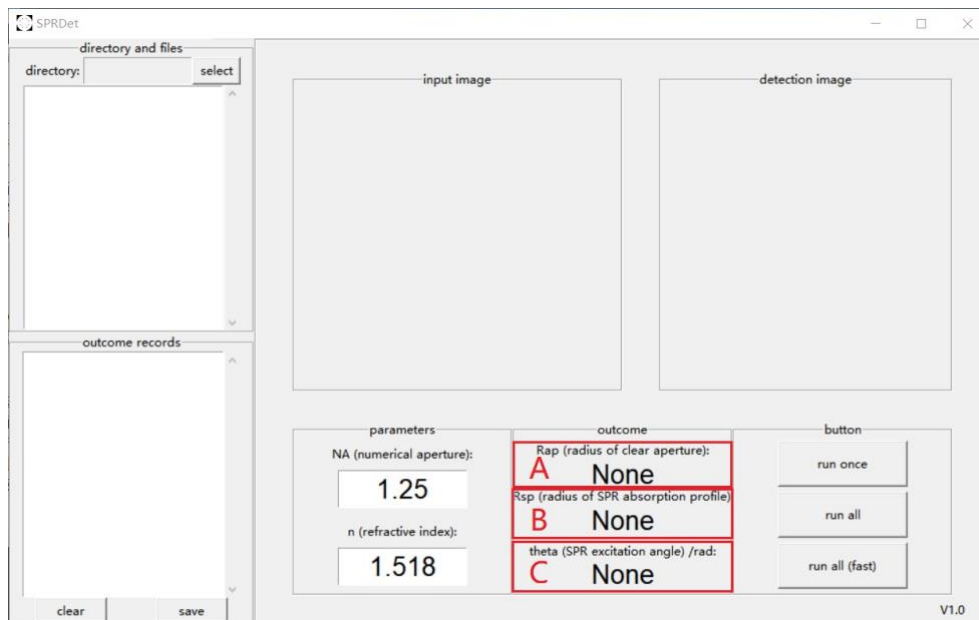

图 15 结果显示模块
**结果显示模块**(图 15-ABC 区域)中显示检测计算得到的结果,包含通光孔径半径(图 15-A 区域),SPR 吸收谱半径(图 15-B 区域),以及 SPR 激发角(图 15-C 区域)。在没有值时以“None”显示。